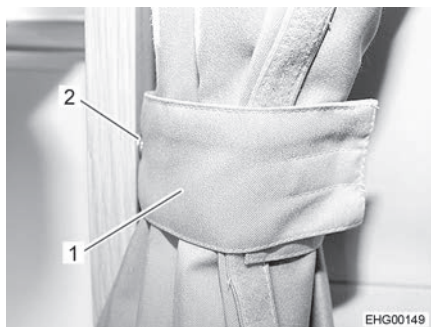

Fig. 13 Rideau occultant, sécurisé
- Sécuriser les deux moitiés du rideau occultant avec une attache (Fig. 13,1) et un bouton pression (Fig. 13,2).